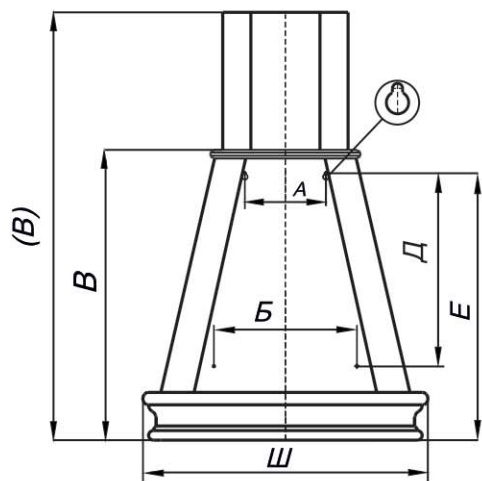

РИС. 2
(В) - высота зонта с фальштрубой (рис. 2) В зонтах вытяжных Пергола 60 , Амбир 90, Грильяж 90, Капелла 90 -установка фальштрубы регулируется по высоте.
6.3 Крепление вытяжных зонтов Амбир 60, Капелла 60: (рис. 2)